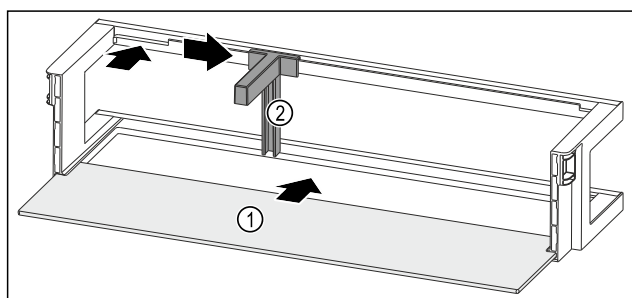

Fig. 51 Deurrek met draagplateau
- Draagplateau Fig. 51 (1) in de zijdelingse inkepingen schuiven.
- Flessenhouder Fig. 51 (2) in de uitsparing plaatsen.
- Flessenhouder Fig. 51 (2) in de gewenste positie opzij schuiven.